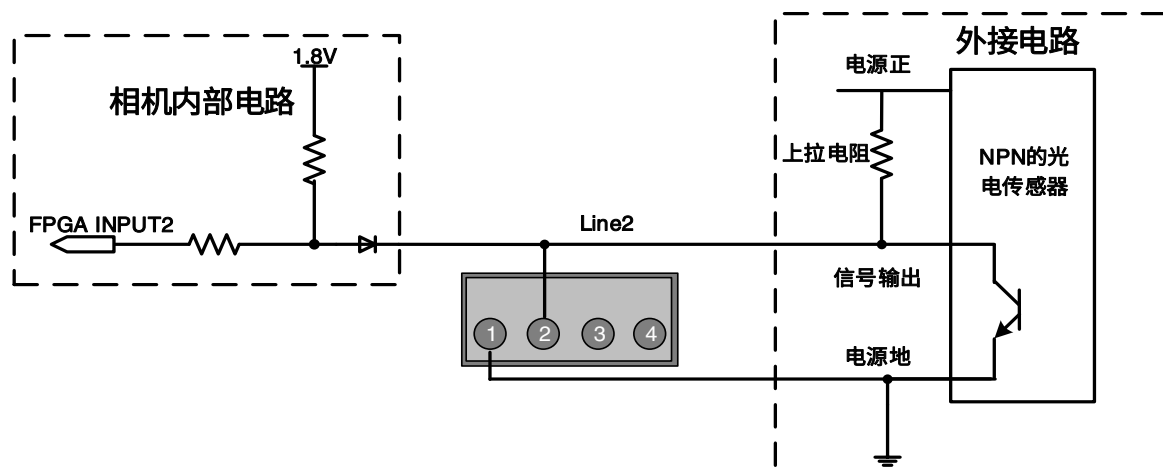
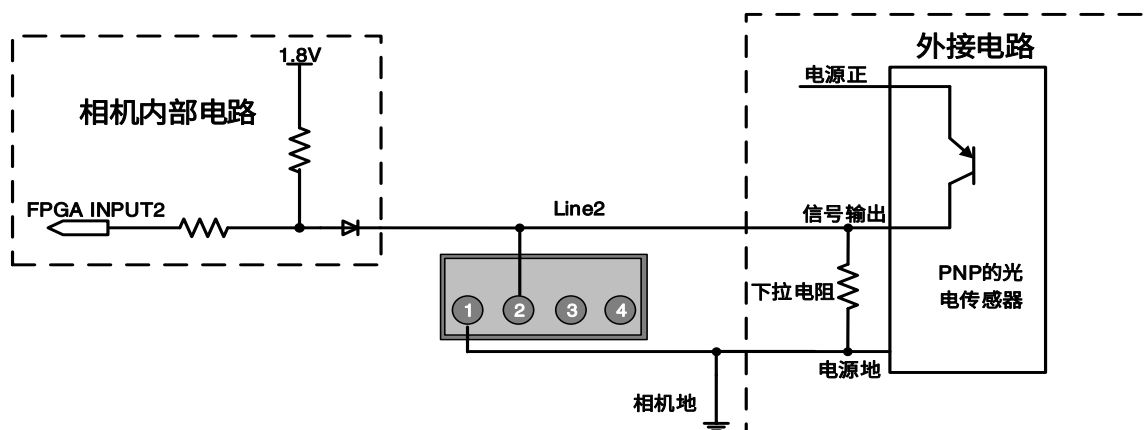

图 7-8 NPN 型光电传感器连接到 Line2 输入电路
图 7-9 PNP 型光电传感器连接到 Line2 输入电路
- Line2 输入高电平时，输入电流小于 100 μ A；Line2 输入低电平时，输入电流小于-1mA。Line2 和 NPN 型、PNP 型光电传感器的连接方法见图 7-8 和图 7-9。上拉电阻阻值和外接电源电压的关系见表 7-6